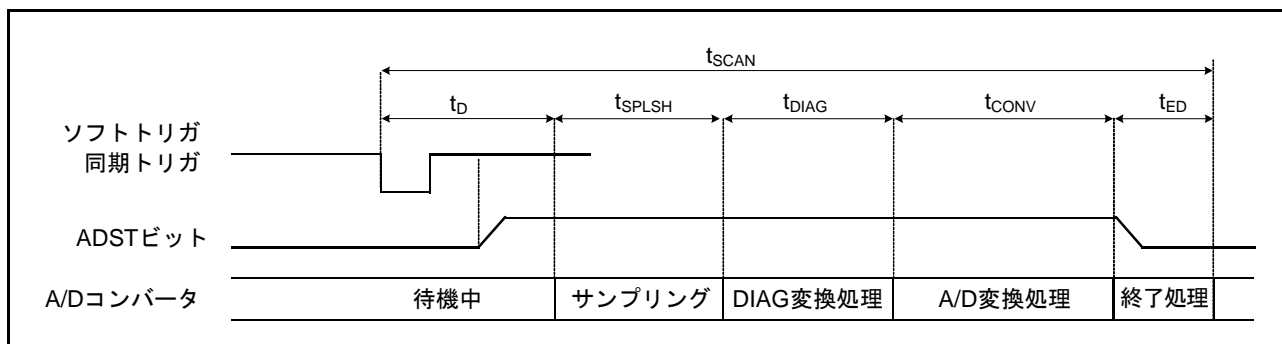
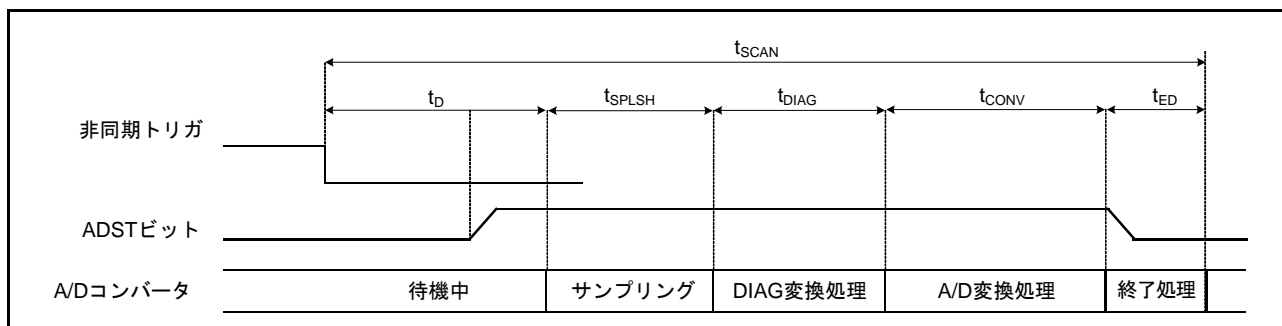

図 29.20 スキャン変換のタイミング (ソフトウェア起動、同期トリガ起動の場合)
図 29.21 スキャン変換のタイミング (非同期トリガ起動の場合)
図 29.20 にシングルスキャンモード、ソフトウェア起動と同期トリガ起動によるスキャン変換を行う場合のタイミングを示します。また、図 29.21 にシングルスキャンモード、非同期トリガ起動によるスキャン変換を行う場合のタイミングを示します。スキャン変換時間 (t_{SCAN}) はスキャン変換開始遅延時間 (t_D)、チャンネル専用サンプル&ホールド回路処理時間 (t_{SPLSH}) (注 1)、断線検出アシスト処理時間 (t_{DIS}) (注 2)、自己診断変換時間 (t_{DIAG}) (注 3)、A/D 変換処理時間 (t_{CONV})、チャンネル専用サンプル&ホールド回路終了処理時間 (t_{SHED}) (注 4)、スキャン変換終了遅延時間 (t_{ED}) を含めた時間となります。
- 注1. t_D 、 t_{SPLSH} 、 t_{DIAG} 、 t_{CONV} 、 t_{ED} の各タイミングについては図29.20、図29.21を参照してください。